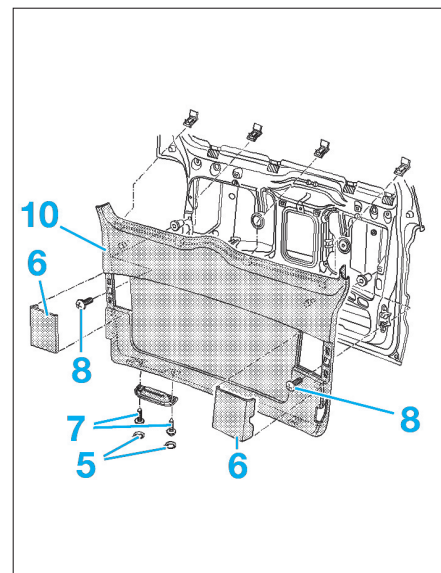

Fig. 33
- Déposer les capuchons (5) et les caches (6) (Fig.33).